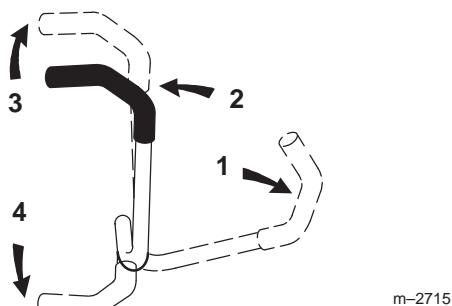

Figure 9
3. Pour vous déplacer en marche avant, poussez doucement les leviers de commande de déplacement vers l'avant (Fig. 9).
Pour vous déplacer en ligne droite, appliquez une pression égale sur les deux leviers de déplacement (Fig. 9).
Pour tourner, relâchez le levier de commande correspondant à la direction que vous voulez prendre (Fig. 9).
2. Pour vous déplacer en marche arrière, tirez doucement les leviers en arrière (Fig. 9).